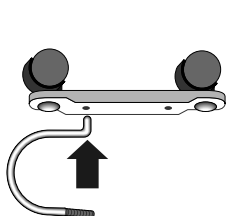

fig. 1
- Pulse la tecla "**hour**" hasta ver la hora exacta en la pantalla, a continuación suelte la tecla (fig. 1).
- Pulse la tecla "**min**" para programar los minutos exactos que aparecen en la pantalla, a continuación suelte la tecla (fig. 1).
Si desea hacer funcionar el aparato sin programación (temporizador excluido) pulse la tecla "MANUAL FUNCTION" (fig.1). Al pulsar una o varias veces la tecla "MANUAL FUNCTION" puede elegir la potencia de funcionamiento del aparato entre los valores: